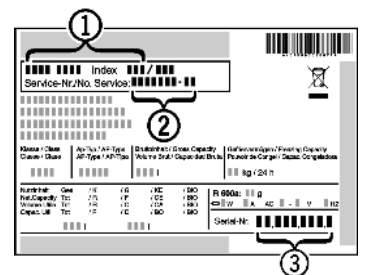

Fig. 9
- ▶ Lugege tüübisildilt maha seadme nimetus *Fig. 9 (1)*, teenindusnr *Fig. 9 (2)* ja seerianr *Fig. 9 (3)*. Tüübisild asub seadme vasakul siseseinal.
- ▶ Teavitage klienditeenindust ja edastage viga, seadme nimetus *Fig. 9 (1)*, teenindusnr *Fig. 9 (2)* ja seerianr *Fig. 9 (3)*.